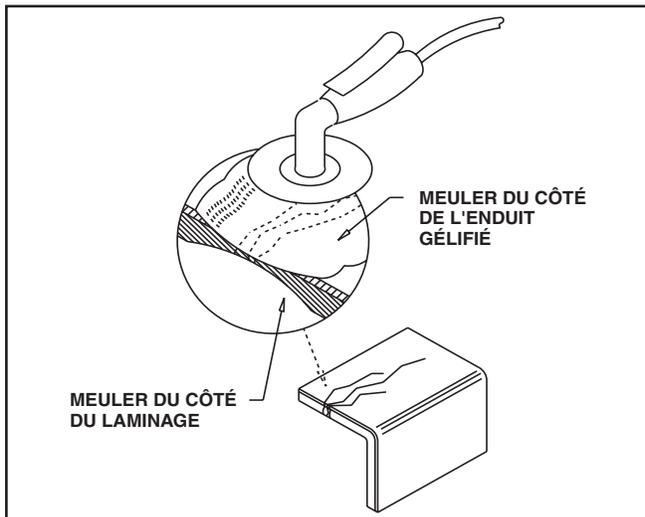

Figure 22 - Meulage de la section brisée
1. Dégager la section brisée en meulant de part et d'autre de la pièce toutes les couches de laminé qui n'étant plus intégralement liées à la pièce. Utiliser un papier abrasif au grain n° 100. Voir Figure 22.